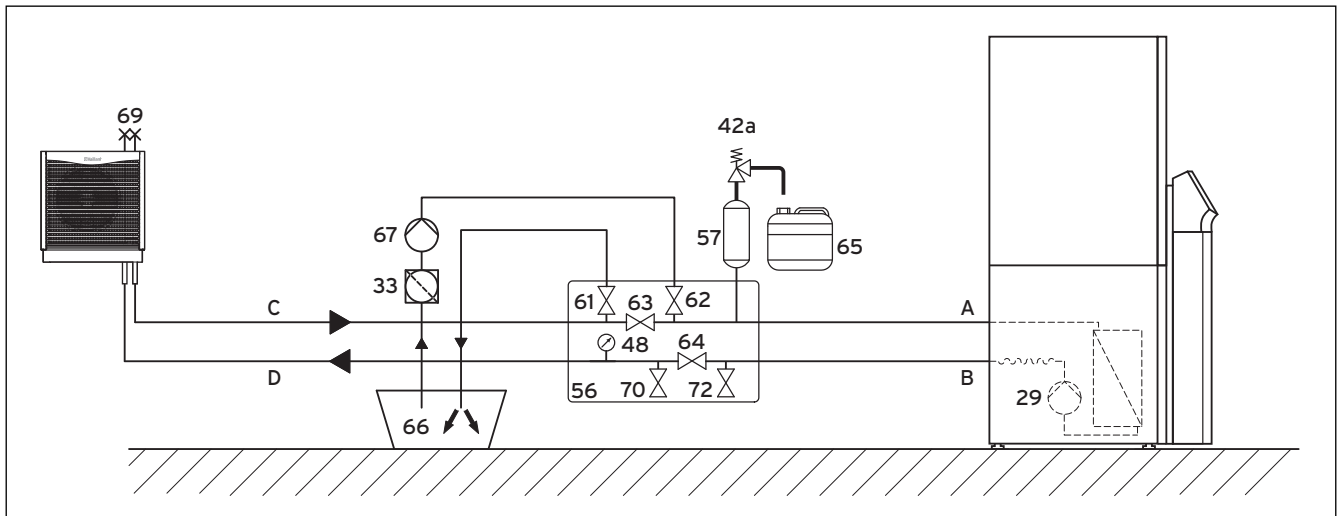

Abb. 6.4 Solekreis mit einer Außeneinheit und Wärmepumpen-Solebefüllstation
Legende zu Abb. 6.4
- Öffnen Sie ggf. alle weiteren Absperrventile, die in → **Abb. 6.4** nicht gezeigt sind.